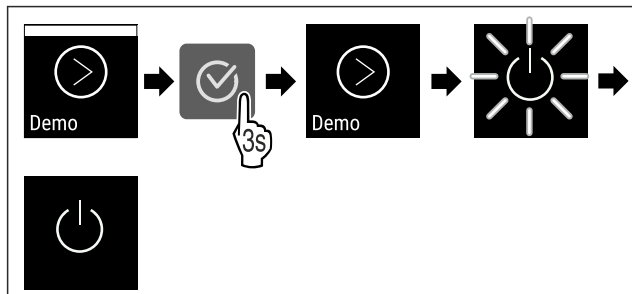

Fig. 101
- ▶ Vykonať kroky akcie (pozri Fig. 101) .